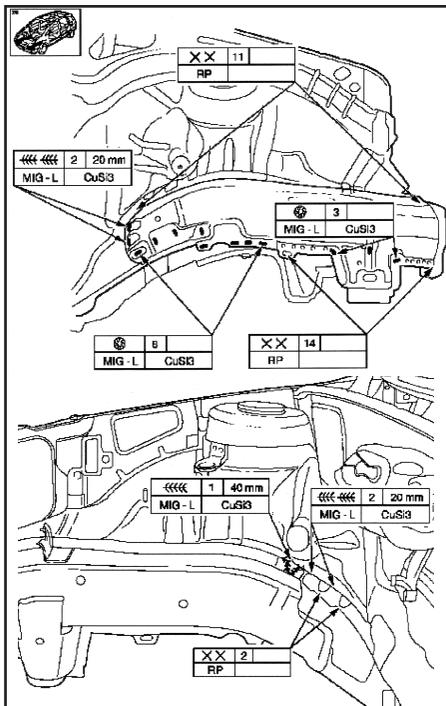

Fig.Car.25
- Ajuster et souder la plaque (Fig.Car.25).